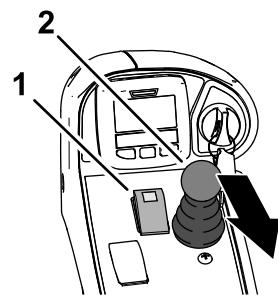

Figure 57
1. Placez la commande de PDF à la position DÉSENGAGÉE (Figure 57).